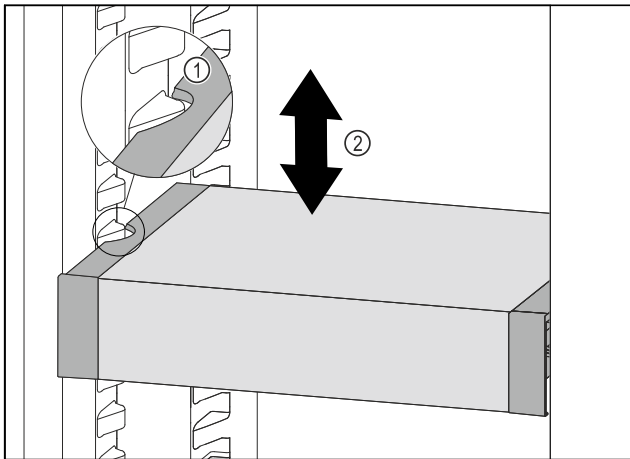

Fig. 63
- ▶ Тяните VarioSafe вперед, пока боковые выемки VarioSafe не окажутся на высоте выступа резервуара в холодильном отделении. Fig. 63 (1)
- ▶ Двигайте VarioSafe в холодильном отделении вверх или вниз, пока не будет достигнута требуемая высота. Fig. 63 (2)